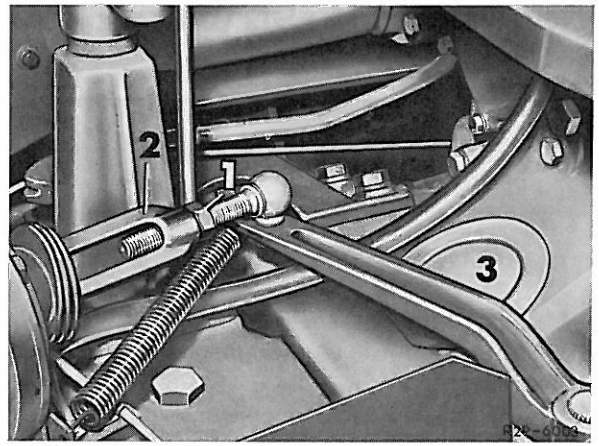

Bild 7
3 Verschlußdeckel (3) vom Kupplungsgehäuse abnehmen (Bild 7).
5 Wenn Nachstellung erforderlich, Gegenmuttern (1) lösen und verstellbare Druckstange (2) so einstellen, daß der vorgeschriebene Abstand zwischen Ausrücklager und Druckring (1,5 mm) erreicht wird (Bild 7). Mit der Einstell-Lehre kontrollieren.